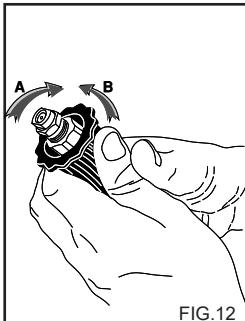

FIG.12
GEBRUIK VAN DE VERSTELBARE KOP (Fig. 12)
2) Bedien de hogedrukreiniger, open de reinigingsmiddelkraan (indien aanwezig), activeer het aanzuigmechanisme van reinigingsmiddel op de lans (fig. 12) en maak het te reinigen oppervlak nat van boven naar beneden.